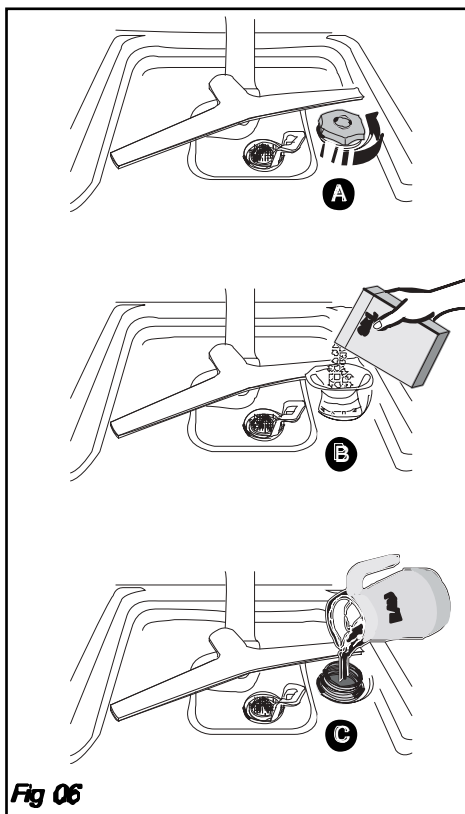

Fig 06
• **O carregamento do sal regenerante (fig. 06)**